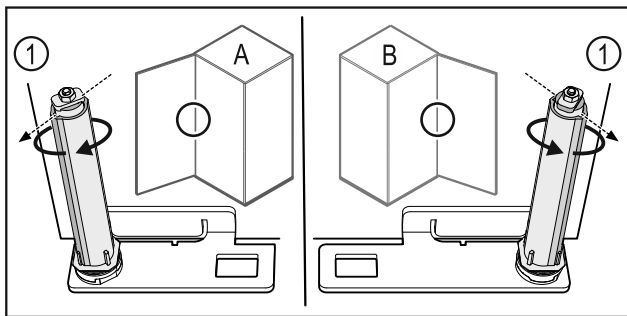

Fig. 60 Bal oldali ütköző (A) / Jobb oldali ütköző (B)
- ▶ Forgassa el a zárrendszert az ellenállással szemben, amíg a zárrendszer Fig. 60 (1) támasztója kifelé nem mutat.